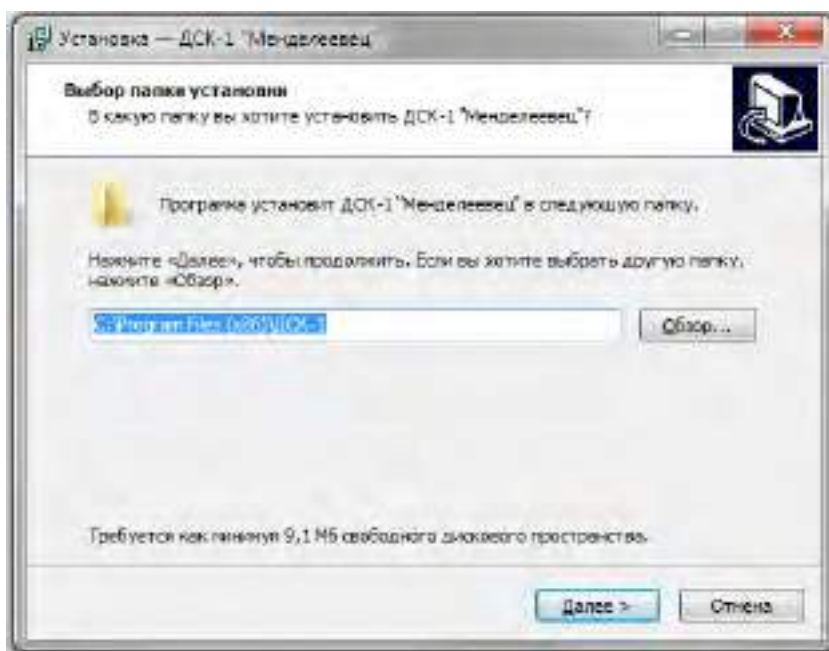

Рисунок 7 – Окно выбора каталога установки программы
3.3.2 Выбрать каталог установки программы ДСК-1 «Менделеев» или оставить по умолчанию (рисунок 7). Нажать кнопку «Далее».